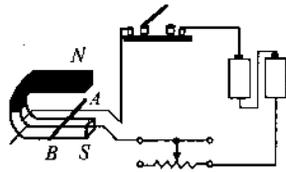

图 15.2-6
10. 在探究磁场对电流的作用时,平玺同学按如图 15.2-6 所示的实验装置,进行了实验,并记录如下: